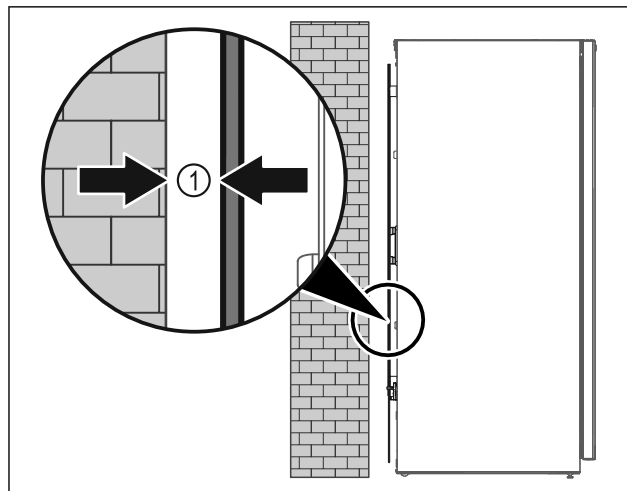

Fig. 47
- Állítsa fel a készüléket szabadon a helyiségben, vagy közvetlenül a fal mellé legalább 5 mm Fig. 47 (1) minimális távolságban.